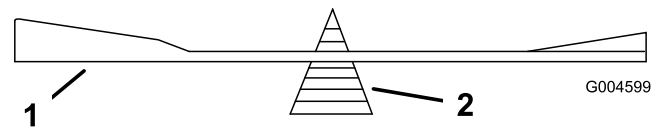

Bild 35
- Überprüfen Sie die Auswuchtung des Schnittmessers auf einer Ausgleichsmaschine (Bild 35). Wenn das Schnittmesser in seiner horizontalen Position bleibt, ist es ausgewuchtet und kann wiederverwendet werden. Feilen Sie, wenn das Schnittmesser nicht ausgewuchtet ist, an der Rückseite des Messers etwas Metall ab. Wiederholen Sie diesen Vorgang, bis das Messer ausgewuchtet ist.